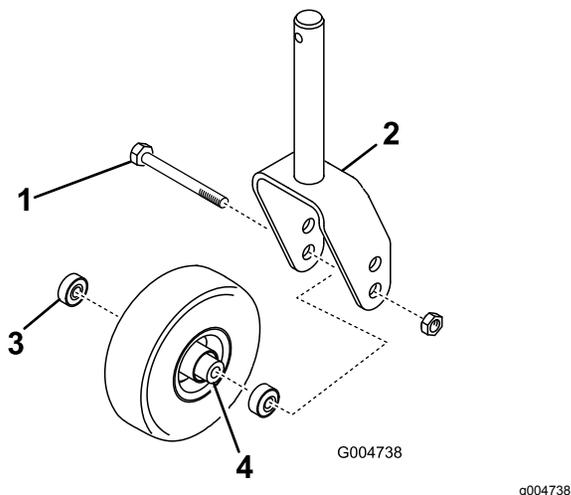

図 142
1. キャスタホイールアセンブリをキャストフォークまたはキャストピボットアーム 図 142 に保持しているボルトからロックナットを外す。
2. キャスタホイールをしっかりと握り、ボルトをフォークまたはピボットアームから抜き取る 図 142。
3. ホイールのハブからベアリングを外して、ベアリングスペーサを床に落とす 図 142。
4. ホイールハブの反対側にあるベアリングを取る 図 142。